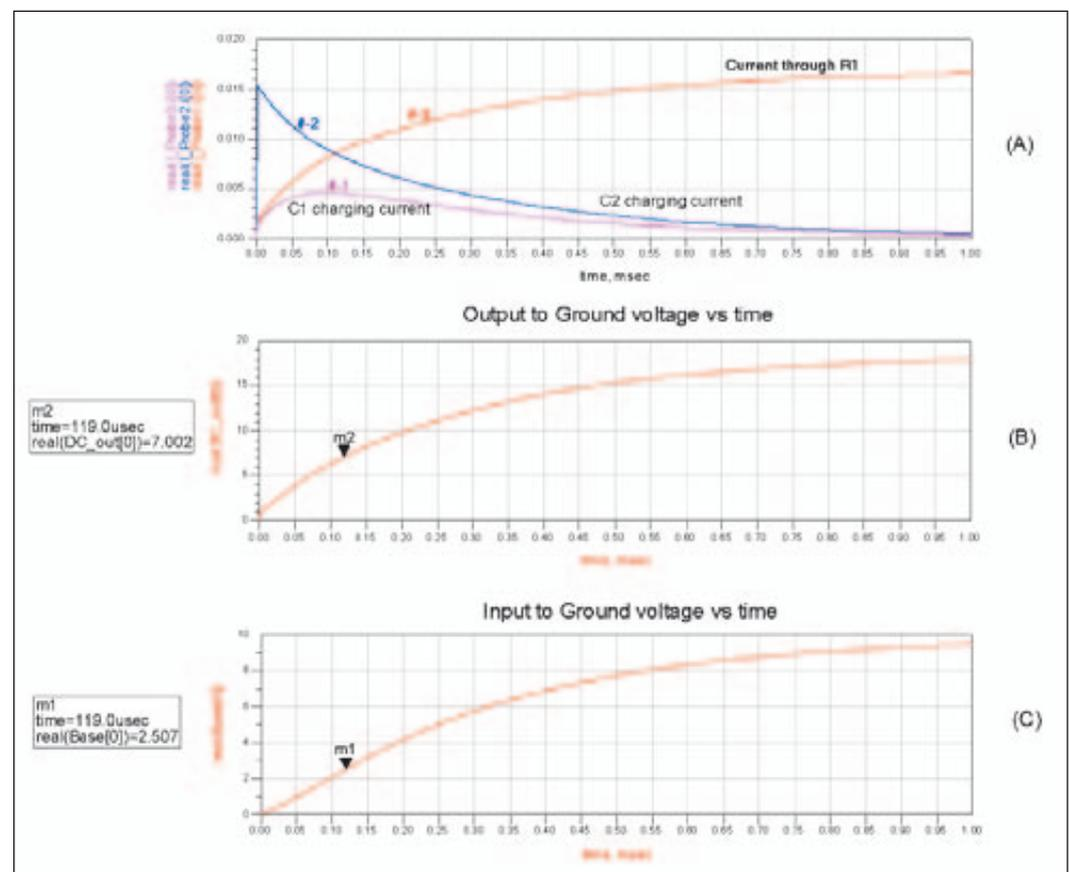

Bild 4: Spannungen und Ströme in Abhängigkeit von der Zeit für die vereinfachte Schaltung.
Anfangs wird der Strom, der den Kondensator C1 lädt (magentafarbene Kurve # 1 in Bild 4 (A)) 10-mal kleiner als der Strom sein, der den Kondensator C2 lädt (blaue Kurve, # 2 in Bild 4 (A)). Während des Ladevorgangs ändert sich der Strom, der durch die Kondensatoren fließt,
(Bild 4 (B)), und das ist wesentlich höher als die maximale Spannung des Bauelements. Der Spannungsabfall am Widerstand R2 erreicht
(Bild 4 (C)), und dies ist äquivalent zur maximalen Eingangsspannung.